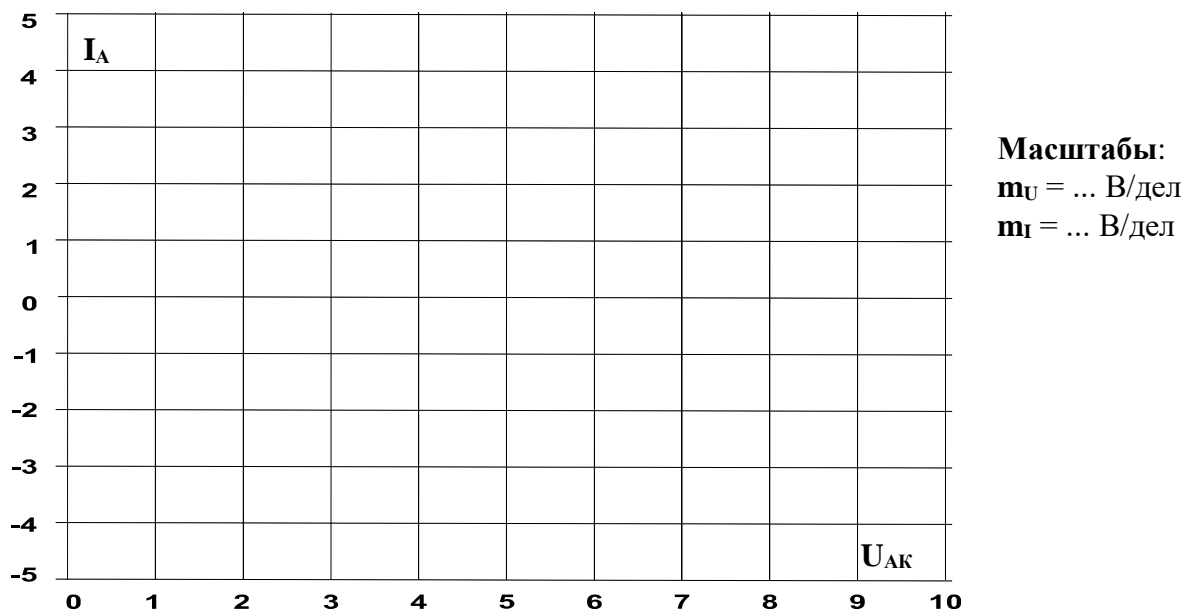

Рис. 6.2.5
- Включите режим XY осциллографа (канал V0 по входу X и канал A1 по входу Y), получите на экране изображение вольтамперной характеристики $I_A(U_{AK})$. Проследите за ее изменением при увеличении и уменьшении тока управления и перерисуйте на график (рис. 6.2.5) при $I_y > I_{отп}$ и $I_y < I_{отп}$. Не забудьте указать масштабы.